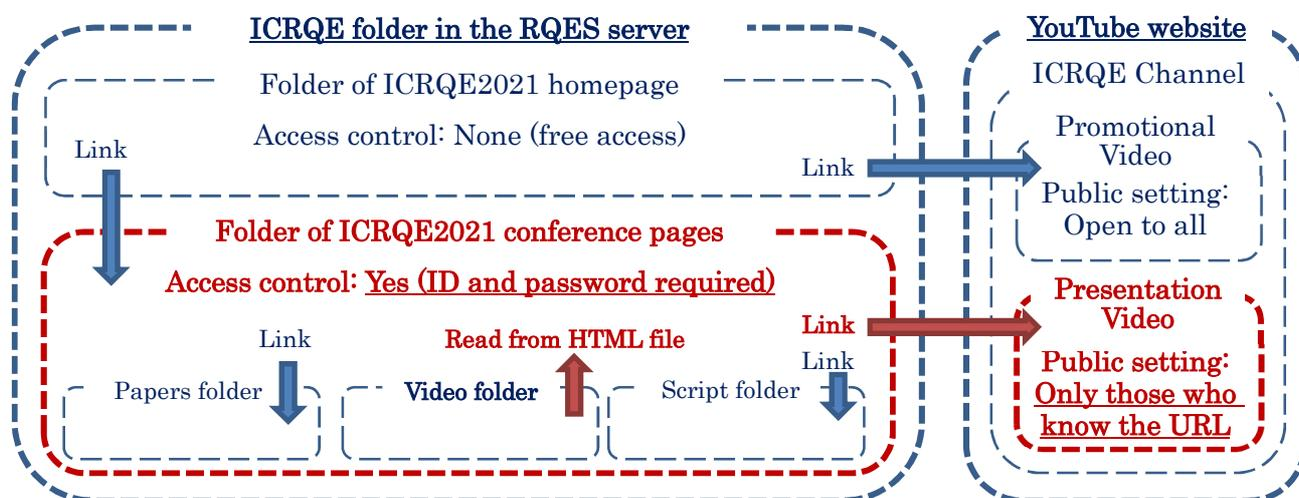

Figure 8. Structure of RQES server and YouTube site in video delivery
更にプレゼンテーション動画は、大会参加者のみが視聴できるようにする必要があるため、学会サーバのフォルダに ID とパスワードによる保護をかけ、ID とパスワードを知っている人のみにしかアクセスできない設定とした。この ID とパスワードは後述するカンファレンスページアクセスのための ID とパスワードとなる。また YouTube では公開設定にて URL を知っている人しかアクセスできない設定とした。更に、学会サーバのプレゼンテーション動画は、直接リンクで開くのではなく、HTML ファイルより動画を読み込み表示することで動画ファイルをダウンロードできないようにした (Figure 8 参照)。
Figure 8 に示すようにカンファレンスページは ID、パスワードでアクセス制限を設けた。これは ICRQE2021 申込者、RQES2021S からの参加資格保有者、招待者に限定したカンファレンスであるためである。しかし、ID、パスワードは個別発行では手間と運営管理が大変であるため、全員共通とした (ID: ICRQE2021、パスワード: japan \*現在は無効)。カンファレンスページ内の主なコンテンツは、①プログラムとリンク、②基調講演、③オンデマンド・プレゼンテーション、④9月17日ライブディスカッション録画ビデオ である。①は大会参加に必要な情報を集約し、②と③は各講演情報と予稿、発表動画、スクリプト (プレゼンのセリフ) および Slack チャンネルのリンクを掲載した。④は録画ビデオと Slack チャンネルのリンクとして、ライブディスカッション翌日の9月18日に公開した。また、カンファレンスページは日本語版と英語版の二つを準備し ICRQE2021 ホームページに入口 (リンクバナー) を設置した。日本語ページと英語ページには発表動画の視聴方法に違いがあり、前者は YouTube のみ、後者は学会サーバストリーミング配信と YouTube である。これは先に説明の通りサーバへのアクセス集中を避けるためである。Figure 10 と 11 にカンファレンスページの一例を示す。